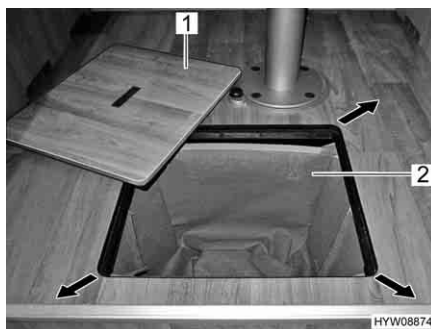

Fig. 74 Scomparto per la biancheria
- Rimuovere il coperchio (Fig. 74,1).
- Togliere il sacco della biancheria (Fig. 74,2) tirandolo verso l'alto.
- Riporre il sacco della biancheria (Fig. 74,2) nell'apposito scomparto.